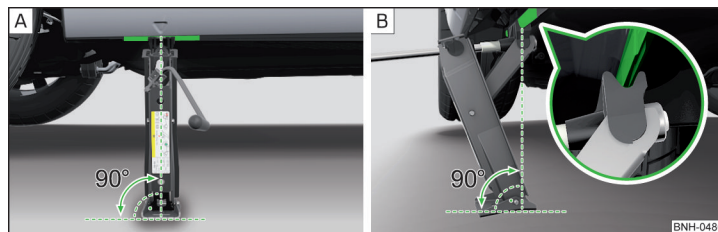

Fig. 254 **Colocar el gato**
- Apoye la placa de base del gato con toda la superficie en un suelo recto de la manera que el gato se encuentra en posición vertical respecto a la travesa de toma » fig. 254 - [A].
- Gire el gato con la manivela hacia arriba hasta que la garra se encuentre en el larguero » fig. 254 - [B].